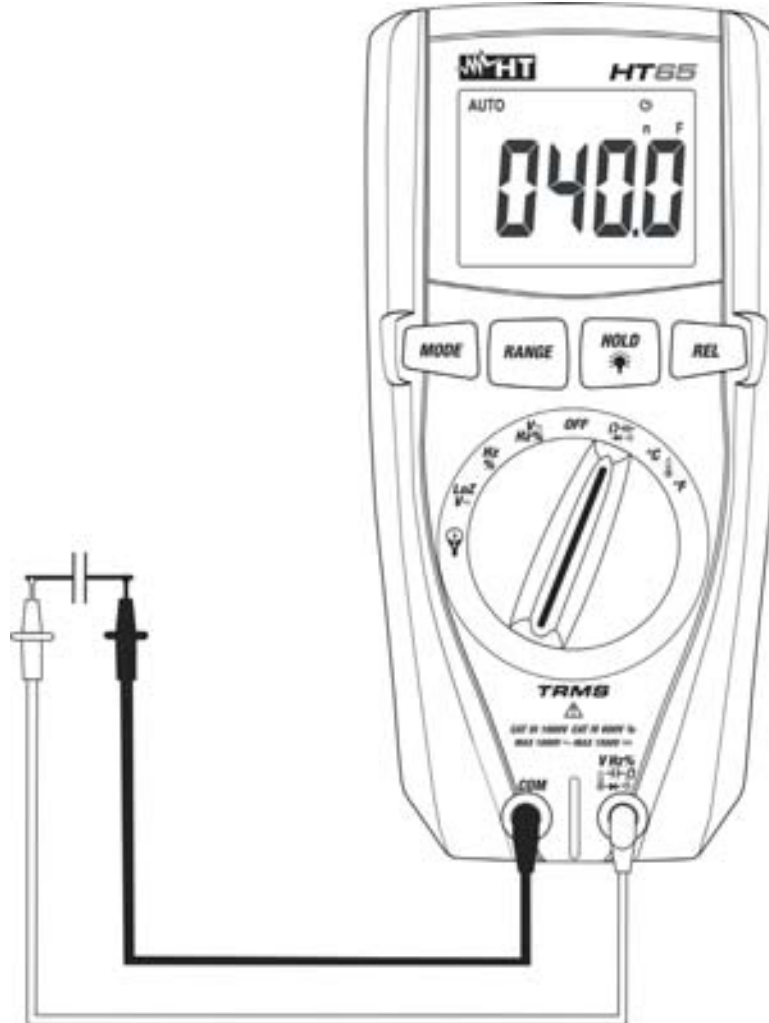

Abb. 8: Verwendung des Gerätes für Kapazitätsmessung
5. Verbinden Sie die Messleitungen mit den beiden Enden des zu messenden Kondensators und dabei achten Sie, wenn nötig, auf die positive (rotes Kabel) und negative (schwarzes Kabel) Polarität (siehe Abb. 8). Der Kapazitätswert erscheint auf dem Display. **Abhängig von dem zu messenden Kapazitätswert kann das Gerät ca. 20s bevor der endgültige Wert angezeigt wird**